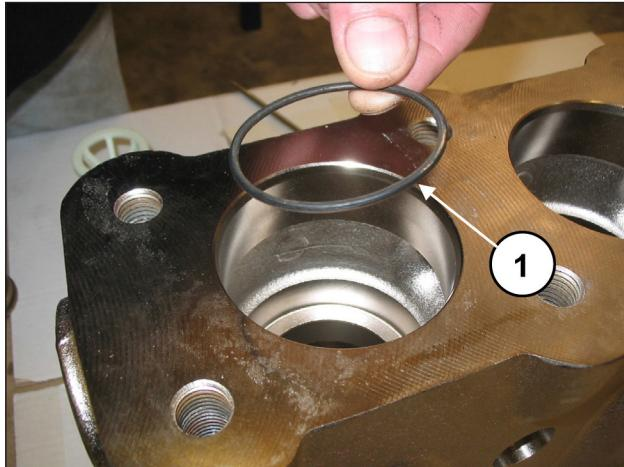

Fig. 112
Inserire l'O-ring, pos. esploso n. 6 (pos. ①, Fig. 112).